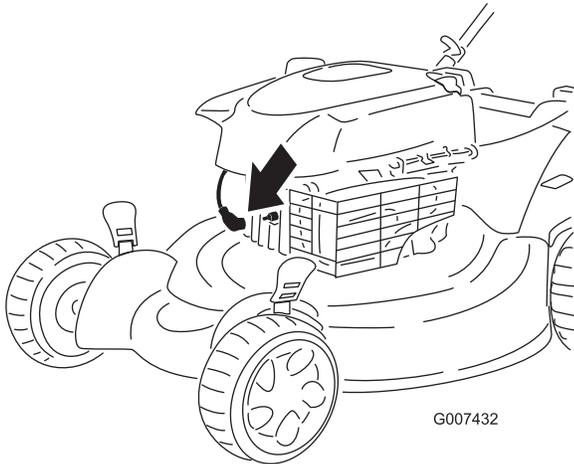

Figura 38
2. Staccate il cappello dalla candela (Figura 38) prima di eseguire interventi di manutenzione.